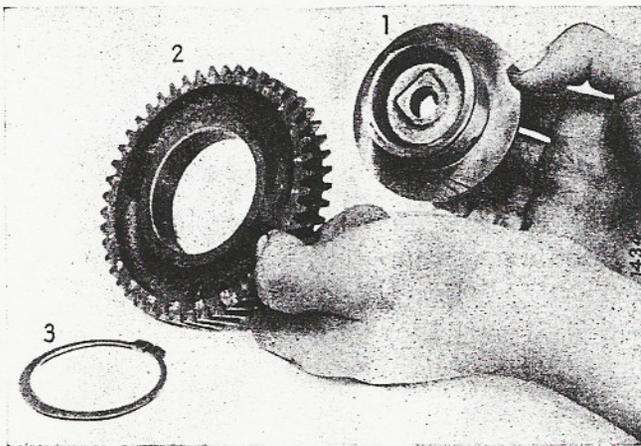

Figure 75
Enlevez le jonc d'arrêt (3) au moyen de la pince et enlevez le pignon intermédiaire (fig. 75).